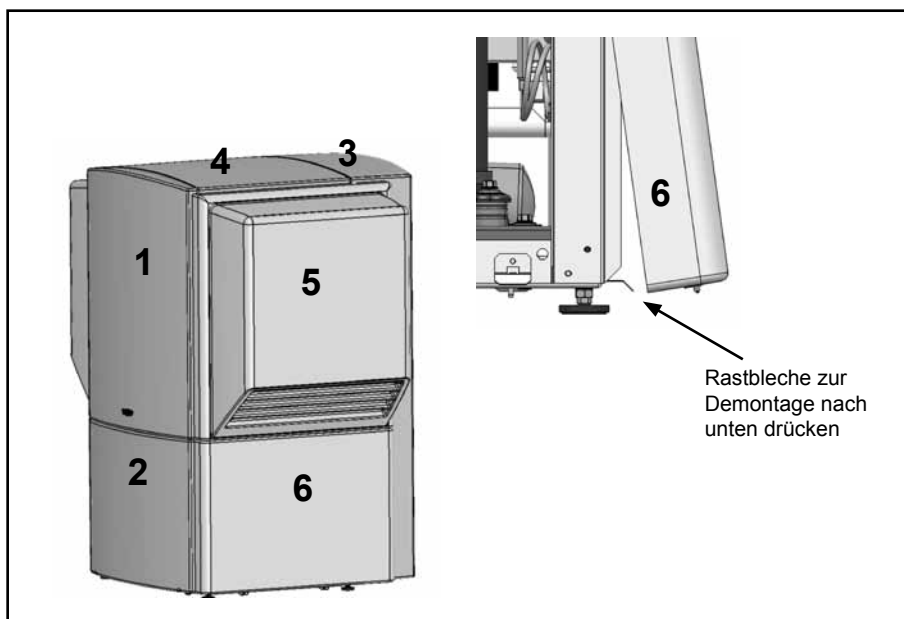

Abbildung 1: Entfernen der Verkleidungsteile der BWL-1
Die rechte und linke untere Seitenverkleidungen (6) Abbildung 1 entfernen.
- 2.9 Sollte der Spalt zwischen Ansaughaube (Position 3 Abbildung 1) und Rahmen zu eng zur Montage des Fühlers sein, muss die Ansaughaube leicht angehoben werden, so dass sie aus dem Schlüsseloch gehoben werden kann. Nach der Montage des Fühlers ist sicher zu stellen, dass die Ansaughaube wieder komplett in den vier Schlüsselöchern eingerastet ist
- 3.1 Entfernen der beiden Sicherungsschrauben (E) an der rechten oberen Seitenverkleidung (Ausblashaube); Position 5 Abbildung 1